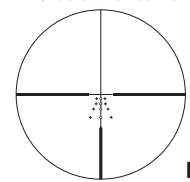
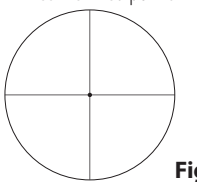

Fig. 3-1
Fig. 3-2
(1) Fokusering
- 1 Se gjennom okularet med øyet posisjonert ca. 10 cm (4 tommer) unna okularet for å se den avanserte BDC-retikkelen (fig. 3-1) eller den fine retikkelen med punkt (fig. 3-2). Påse at øyet er riktig innrettet og på riktig avstand, ellers "mørklegges" sikten.